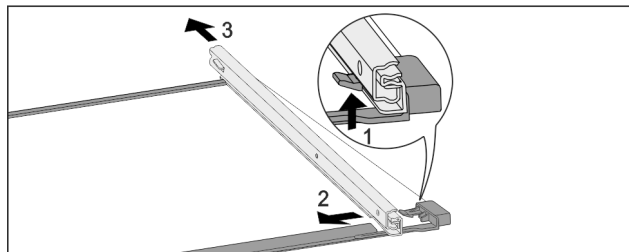

Fig. 227 Placa de sticlă cu șine
- ▶ Apăsați în sus cârligul de blocare frontal. Fig. 227 (1)
- ▶ Îndepărtați șinele de extragere prin împingere în lateral Fig. 227 (2) și spre spate Fig. 227 (3).